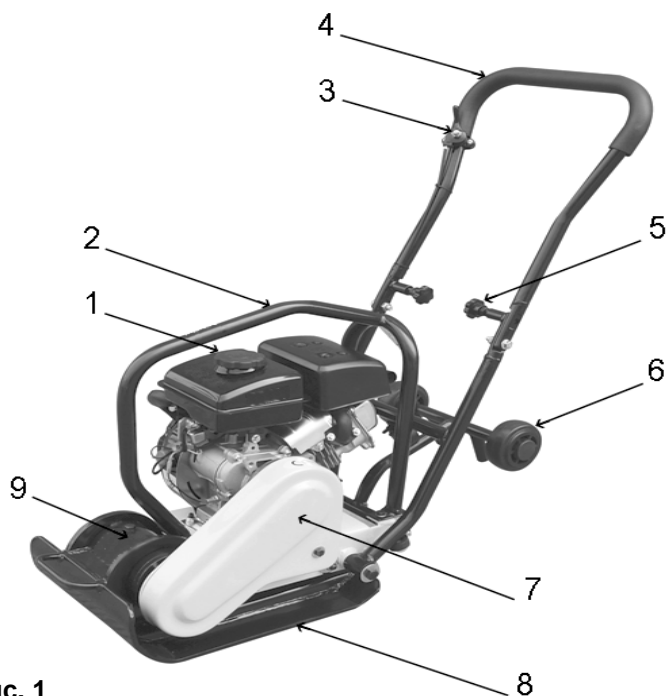

Рис. 1
- Бензиновая виброплита состоит из основания, на котором в передней части, посредством болтового соединения, установлен одновальный инерционный (эксцентриковый) вибрационный редуктор (9) (См. Рис.1), формирующий круговые колебания.
- Посредством амортизаторов, на основании устанавливается вспомогательная рама (2), на которой расположен бензиновый двигатель. Также на раме закрепляется рукоятка (4) (См. Рис.1), с помощью которой оператор управляет перемещением плиты в процессе уплотнения. Рукоятка смонтирована на раме посредством амортизаторов, что обеспечивает двойную защиту оператора от вибрации.
- Рукоятка управления (4) устанавливается в пазы крепления, с обеих сторон опорной рамы виброплиты (2), и фиксируется двумя барашковыми гайками-фиксаторами (5)(См. Рис.1).
- Так же на рукоятке управления устанавливаются колеса (6)(См. Рис.1) для транспортировки виброплиты на малые дистанции.
- Окрутите крышку топливного бака (1)(См. Рис.1). Проверьте уровень топлива.
- После начала эксплуатации новой виброплиты, по окончании первых 50 часов работы следует заменить смазку в виброредукторе (9)(См. Рис. 1). Далее смазку следует заменять каждые 100 часов работы.
- Снимите верхний защитный кожух (7)(См. Рис.1), чтобы проверить натяжение ремня. Натяжение правильное, если ремень изгибается примерно на 10-15 мм при нажатии на него пальцем в средней части (См. Рис.4).